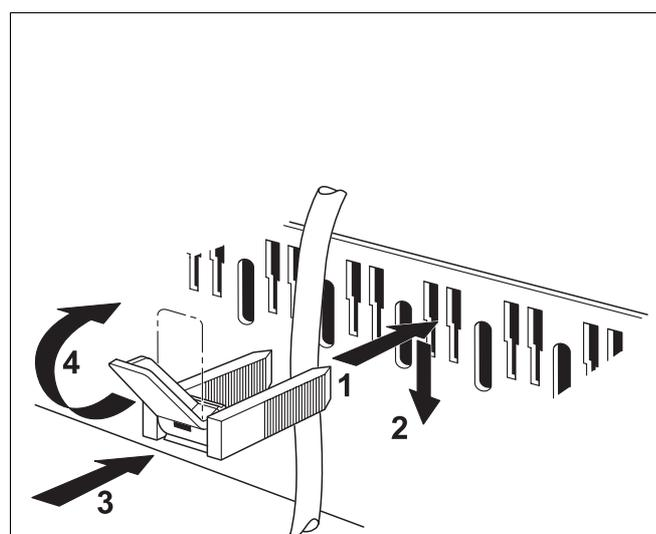

Fig. 33 Passaggio cavi e fermo antitraazione
- Predisporre il fermo antitraazione, come descritto nella fig. 33, con il cavo inserito dall'alto nelle fessure del listello di cablaggio (fig. 33, **Operazione 1**).
- Spingere in basso il fermo antitraazione (fig. 33, **Operazione 2**).
- Esercitare pressione contraria (fig. 33, **Operazione 3**).
- Spostare la leva verso l'alto (fig. 33, **Operazione 4**).